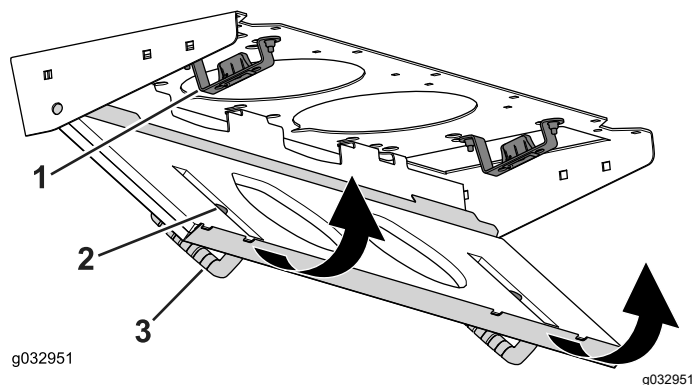

Figura 84
4. Gire la rejilla del filtro sobre las pestañas hasta que el cierre se enganche en el soporte (**Figura 84**).